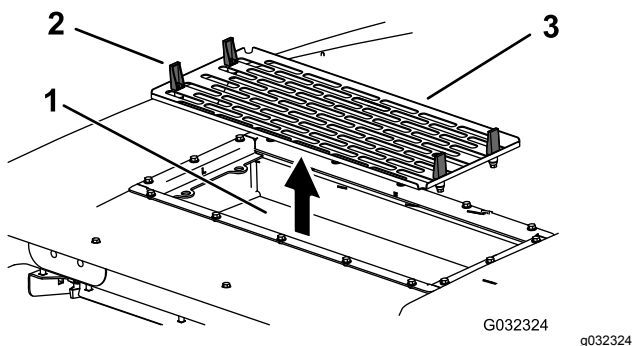

**Figura 145**
7. Instale los filtros de aire, la rejilla y el conjunto del ventilador (Figura 143, Figura 145 y Figura 146).
8. Conecte el cable de cada ventilador (Figura 145).